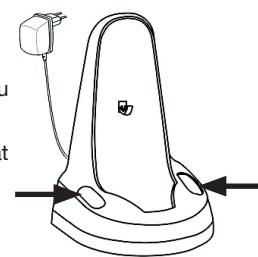

Abbildung 12
- Das Zubehör kann in den zu diesem Zweck vorgesehenen Fächern zu beiden Seiten der Ladestation verstaut werden (Abb. 12).